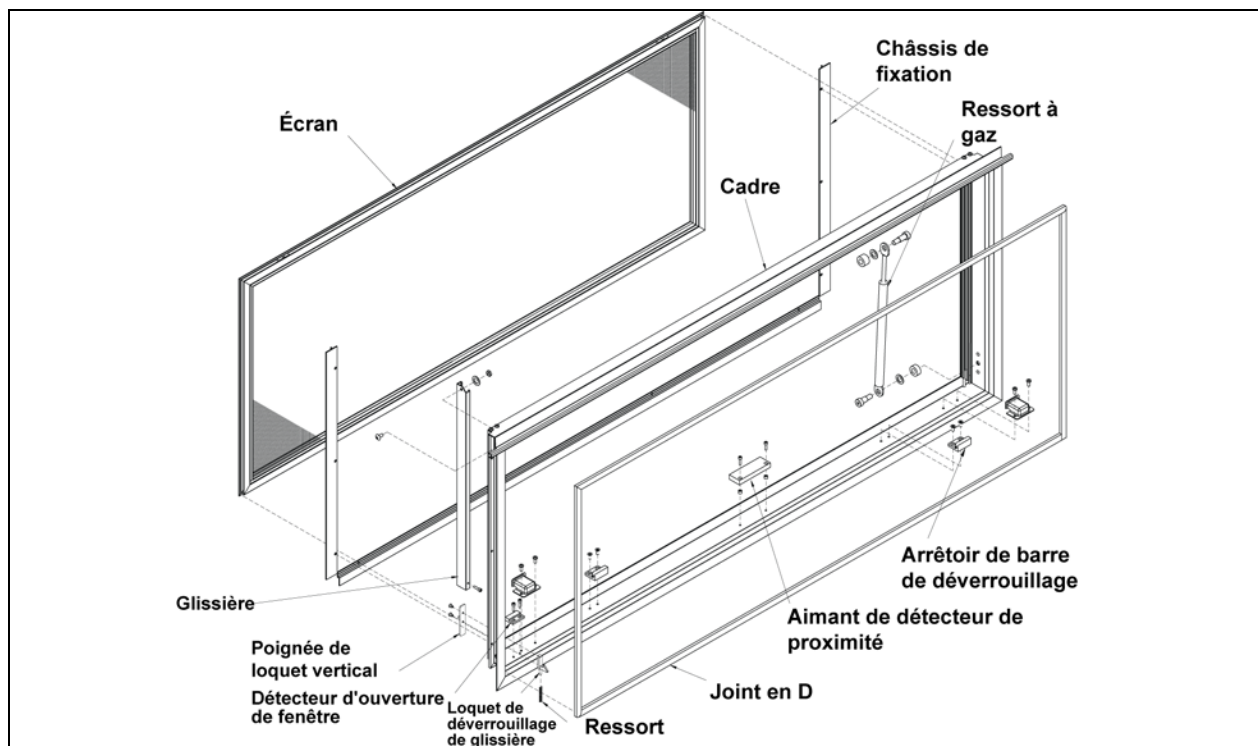

FIGURE 97: VUE ÉCLATÉE D'UNE FENÊTRE ÉLECTRIQUE À AUVENT (ENCADREMENT)
4. Desserrer les vis butées numéro 5 (Figure 97) (faire pivoter le bras pour accéder à la deuxième vis butée) et désengager le bras pivotant du bout d'arbre.